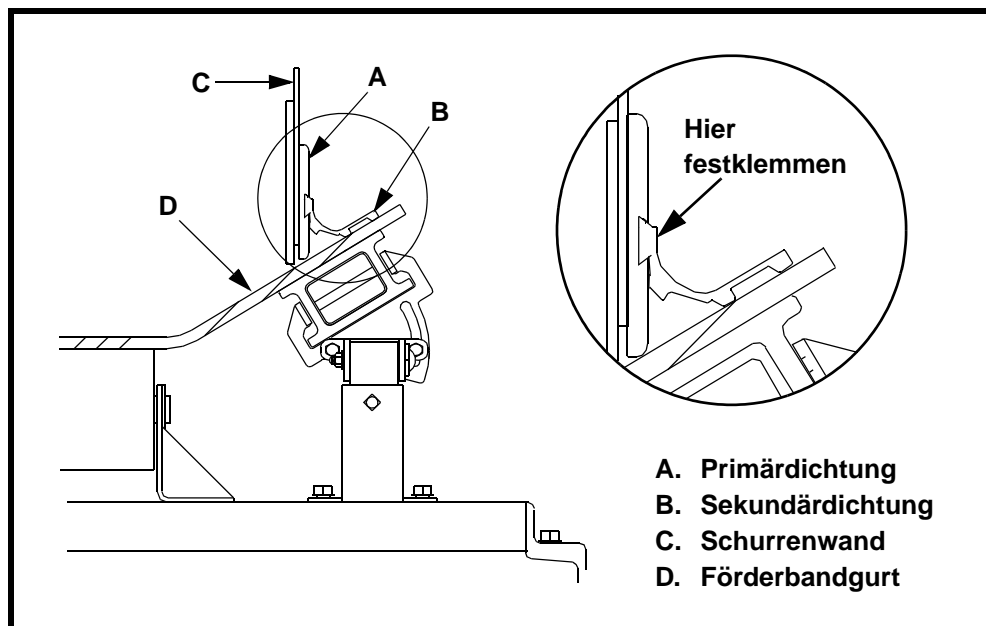

Abbildung 6. Installation der Urethandichtungen
- a. Die Primärdichtung (A, Abb. 6) mit verbundener Sekundärdichtung (B) an die Schurrenwand (C) halten.
- c. Die Dichtung an der Schwalbenschwanzverbindung der Primär- und Sekundärdichtung mit der MARTIN® Winkelklemmen gegen die Schurrenwand klemmen (siehe Anhang und Abb. 6). Die Montageanweisungen für die Klemmen auf den beiliegenden Zeichnungen berücksichtigen. Werden keine MARTIN® Klemmen verwendet, müssen die Klemmen in einem Abstand von 305 mm platziert sein, um ein verschieben der Primärdichtung bei laufendem Förderband (beladen oder unbeladen) zu verhindern.